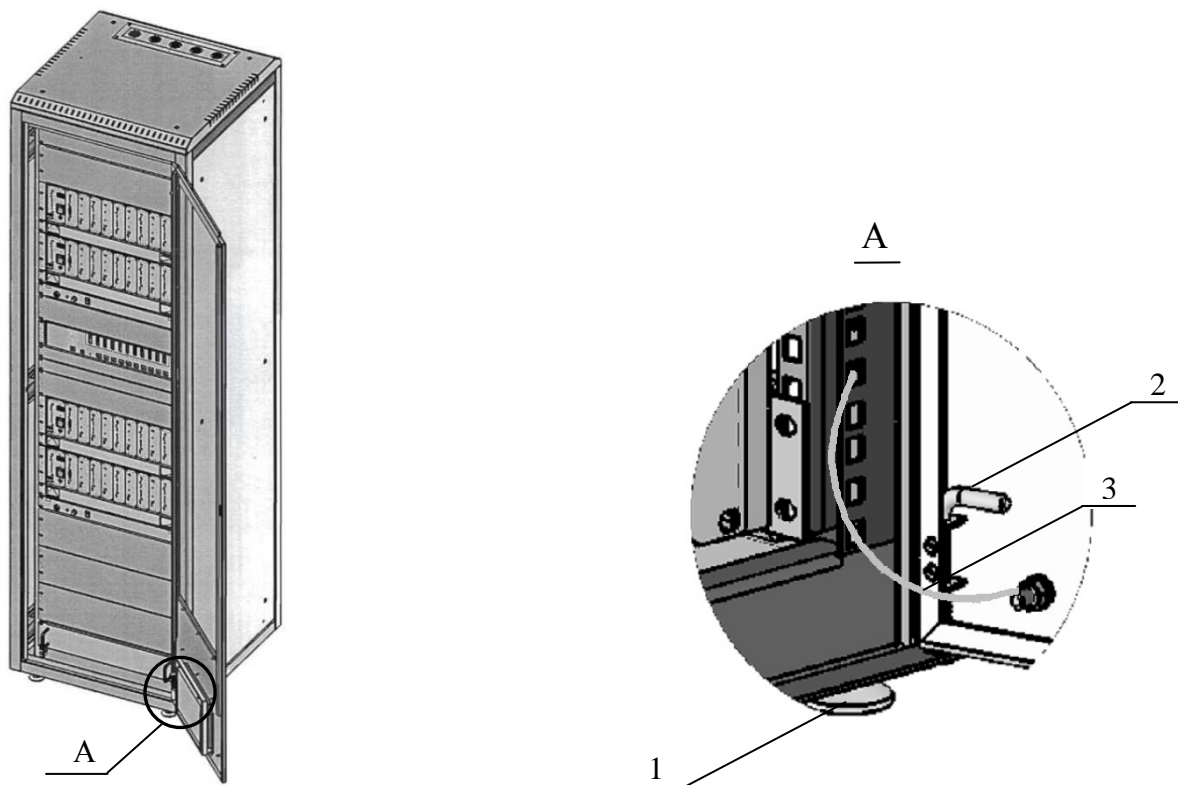

Рисунок 1
4.2.1 Установить СКУ.МДЕ в соответствии с требованиями п. 3.4.2 настоящей ИМ. Добиться вертикального и устойчивого положения СКУ.МДЕ вращением регулировочных ножек, расположенных в нижней части каркаса (поз. 1, рисунок 1).
4.2.2 С помощью подпружиненных осей, установленных на дверях (поз. 2, рисунок 1), произвести установку передней (обзорной) и задней дверей СКУ.МДЕ и подключить кабель защитного заземления (поз. 3, рисунок 1).